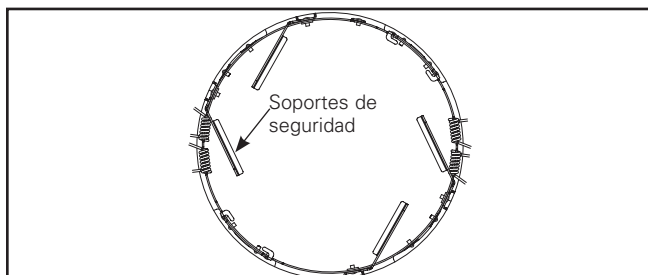

Figura 33.
7. Cuando se instala por primera vez el anillo de reequipamiento en el cielo raso, cuatro soportes de seguridad evitarán que se instale el módulo LED (Figura 33). Para continuar con la instalación, gire el brazo libre de los soportes de seguridad en el sentido de las agujas del reloj hasta que el brazo forme un ángulo de 90° con la base fija del soporte de seguridad (Figura 34).